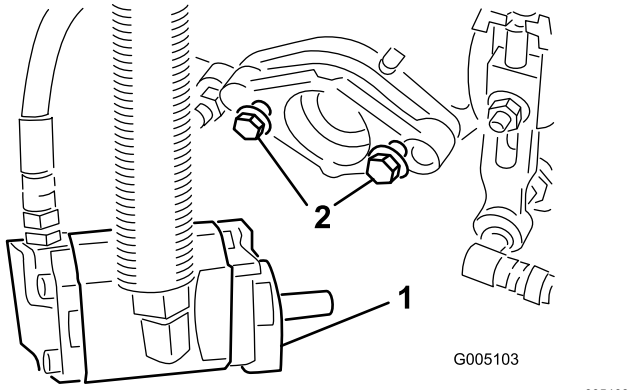

Figura 8
- Asegúrese de que quedan aproximadamente 13 mm de rosca a la vista en cada perno de montaje del motor del molinete (Figura 8).
- Apriete los pernos de montaje (Figura 8).